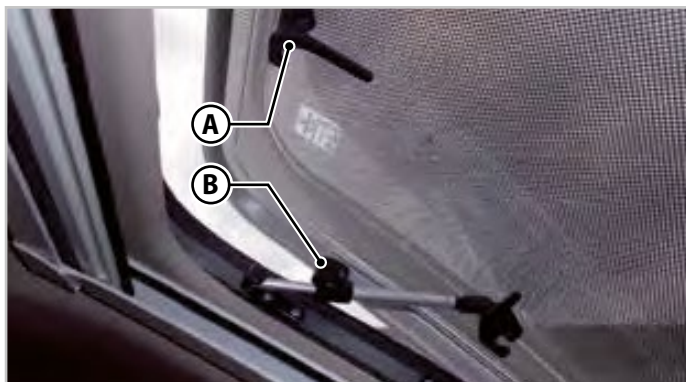

Fig.6.9 - Claraboya panorámica
1. Gire las palancas (**A** - Fig.6.9) a la posición vertical.
3. Asegure la claraboya apretando los pomos de bloqueo (**B** - Fig.6.9) de los brazos telescópicos.
1. Desenrosque los pomos de bloqueo de los brazos (**B** - Fig.6.9) telescópicos.
3. Enganche todas las palancas (**A** - Fig.6.9).